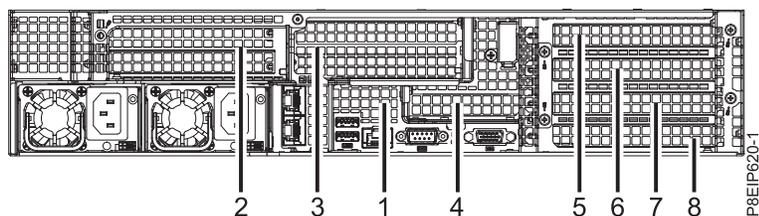

図 26. 8001-22C PCIe アダプターの位置
2. GPU アダプターは、他のアダプターと PCIe ライザー・カードを共有できます。GPU は、位置 3 と位置 5 に取り付けることができます。図 26 を参照してください。